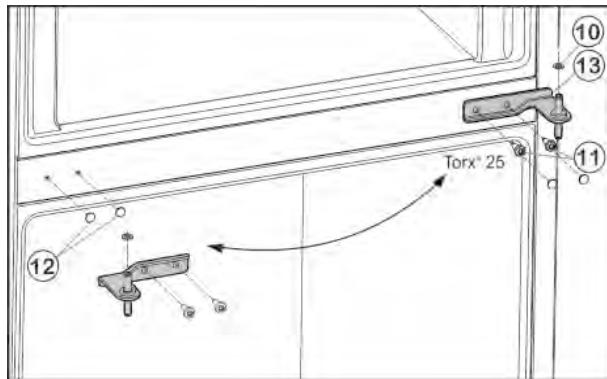

Fig. 5
- Обережно зніміть кришки Fig. 5 (12) та знову встановіть їх з протилежного боку.